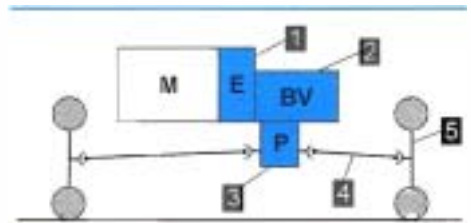

Figure 1.3 • Transmission pour moteur transversal (véhicule vu de face).
■ Quelles sont les dispositions possibles de la transmission (figures 1.3 et 1.4) ?